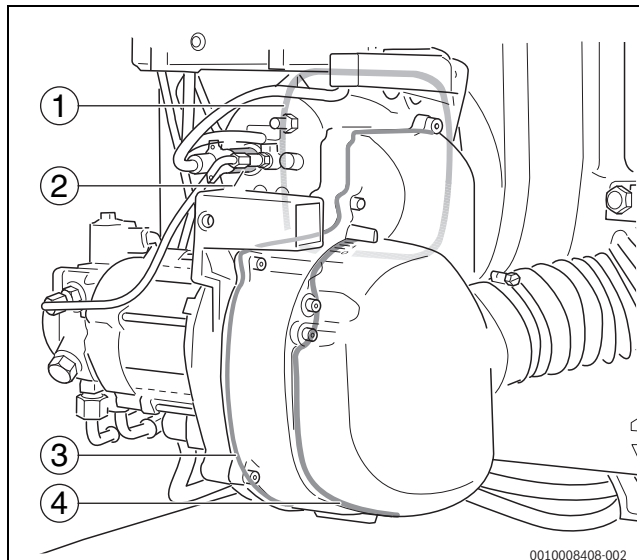

Bild 48 Zusätzliche Abdichtung
- Flachdichtung zum Brennerflansch (→ Bild 48, [1])
- Halter zur Aufnahme des Flammenfühlers (→ Bild 48, [2])
- Gehäuseboden mit Rundschnurdichtung (→ Bild 48, [3])
- Abdichtung zum Schalldämpfer (→ Bild 48, [4])